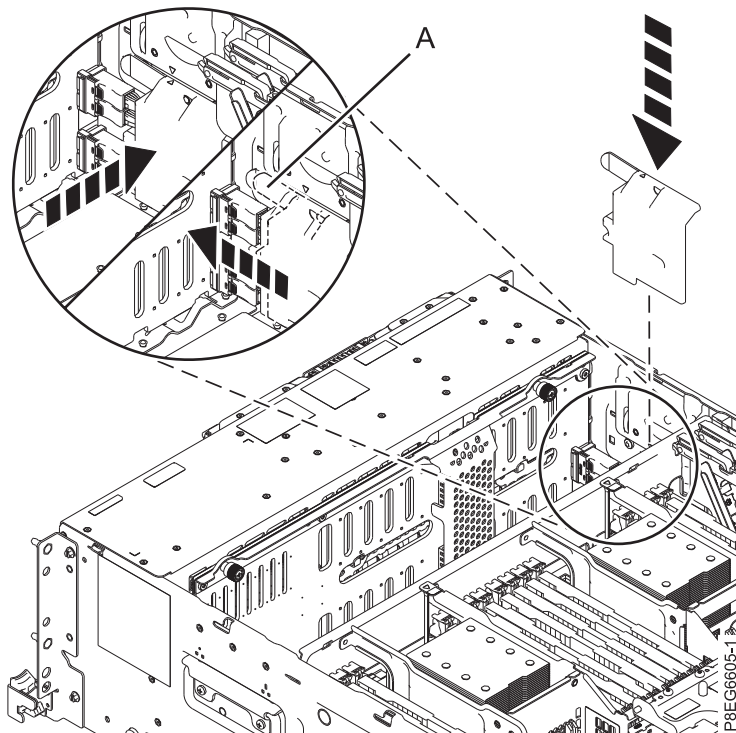

Figura 11. Substitució de la coberta del cable SAS
10. Torneu a col·locar la coberta del cable SAS. Poseu les ranures de la coberta als pins de la part lateral del xassís. Empenyeu la coberta cap a la part frontal del sistema fins que la nansa (A) quedi encaixada al seu lloc. Una vegada col·locada la coberta, el símbol de triangle de la coberta del cable SAS s'alinejarà amb el símbol de triangle de la part lateral del xassís. Consulteu Figura 11 a la pàgina 12.